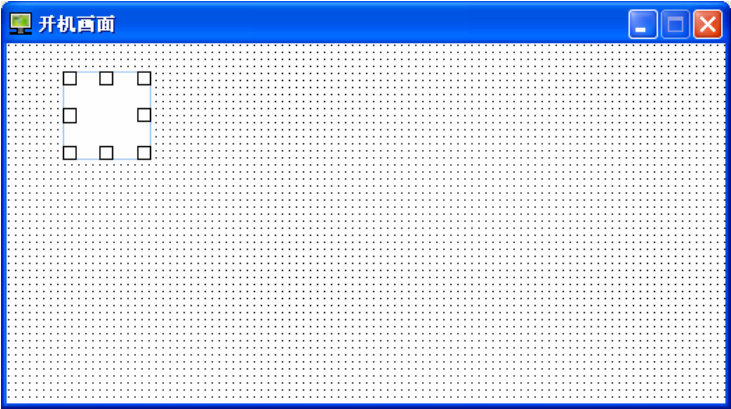

图 6-9 插入静态图形
- 步骤 2. 在编辑画面中，只有「几何物件」、「静态文字」与「静态图形」可操作，单击「静态图形」，将鼠标移到开机画面编辑区，此时鼠标光标会变成十字形，按下鼠标左键拖放，放开后会出现此物件。如图 6-9。